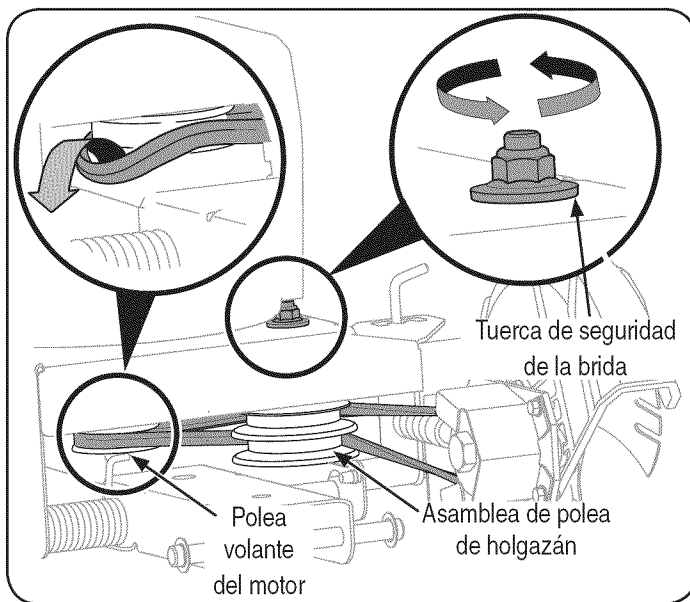

Figura 17
NOTA: Para ayudar a armar nuevamente, observe la orientación de la correa de transmisión sobre las dos poleas locas y la polea volante del motor antes de realizar los siguientes pasos. Vea la Figura 17.
1. Trabajando delante de la bordeadora, afloje la tuerca de seguridad con brida que está sobre el bastidor, permitiendo que el conjunto de la polea loca gire levemente fuera del bastidor. Vea la Figura 17.
2. Con la otra mano, alcance cuidadosamente debajo de la parte posterior de la unidad y extraiga la correa de alrededor de la polea volante del motor. Vea la Figura 17.